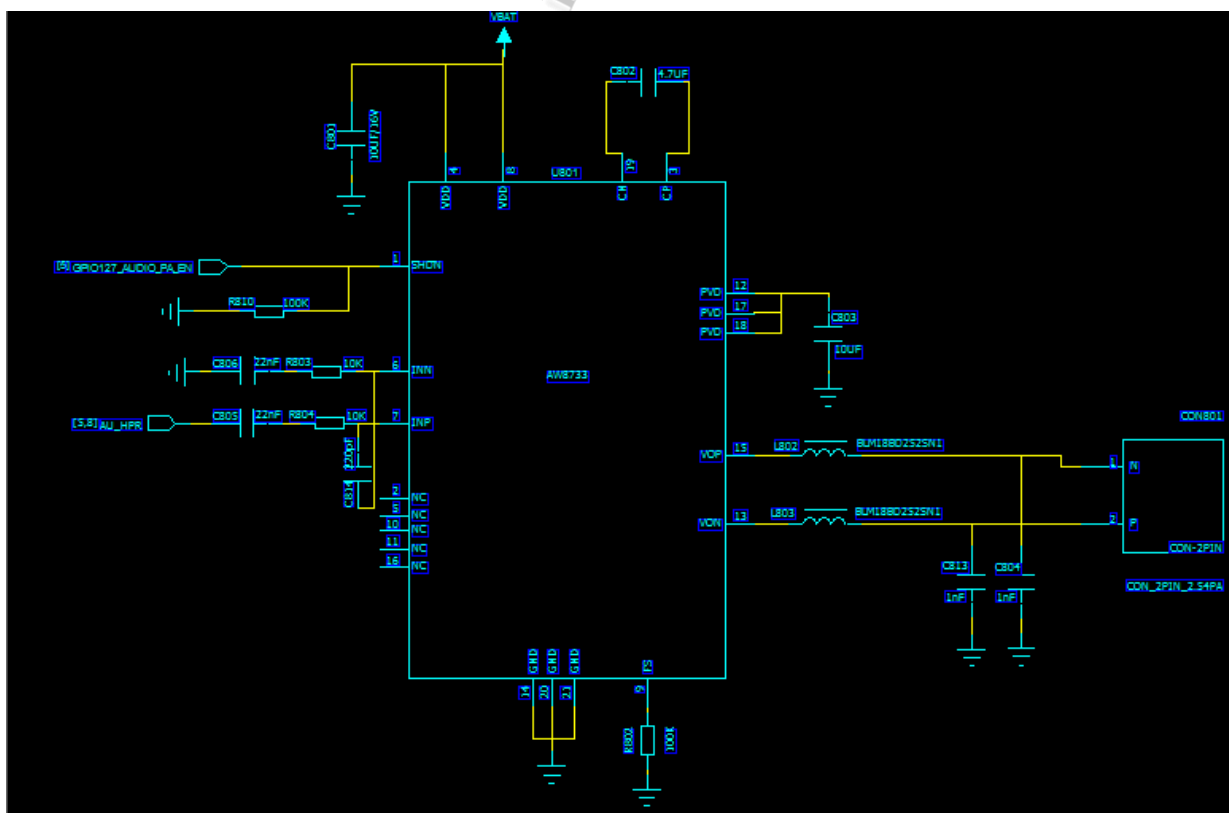

图 3-8
- 3, 如果认为喇叭输出功率不够, 需要进一步放大, 请参照图 3-8;